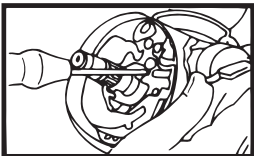

FIG. 27
1. Mettre la clé de contact à « RUN ». Au moyen d'un outil approprié inséré dans le trou d'accès, enfoncer la goupille de retenue, puis extraire le barillet de serrure de l'enveloppe de la colonne de direction (voir figure 27).